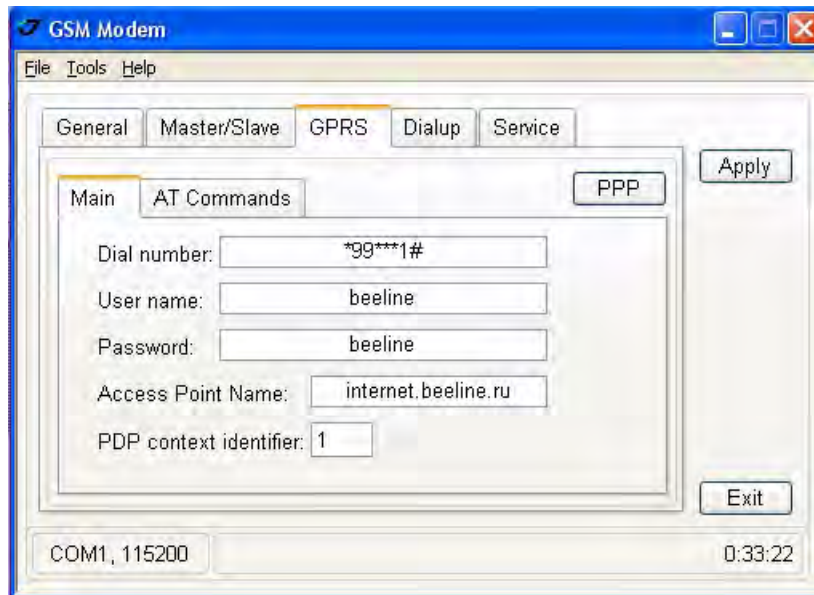

Figure 3-7. GPRS tab
2. В закладке *GPRS* необходимо ввести номер, имя пользователя и пароль, имя точки доступа и PDP контекстный идентификатор, чтобы установить GPRS соединение (Рисунок 3-7 на стр. 48).